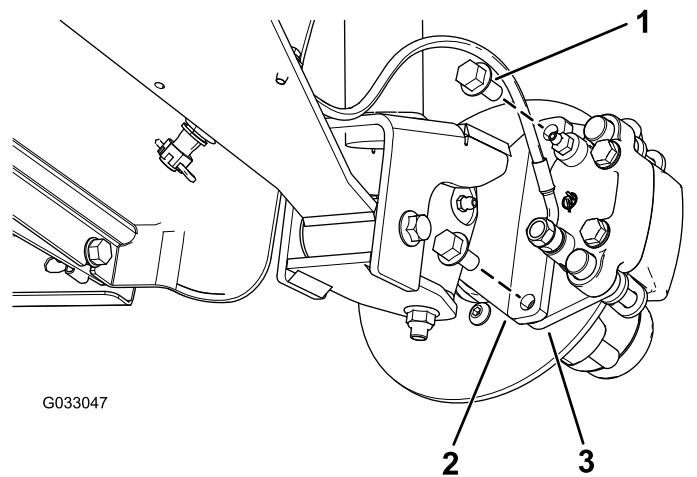
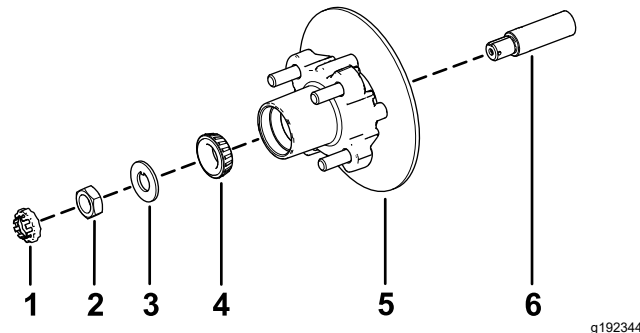

Bild 31
Bild 35
3. Entfernen Sie die Bundkopfschrauben (3/8" x 3/4"), mit denen die Halterung für die Bremse an der Spindel befestigt ist, und nehmen die Bremse von der Spindel ab (Bild 31).
1. Fetten Sie die Spindel leicht mit der angegebenen Fettsorte ein (Bild 35).
2. Montieren Sie die Radnabe und den Drehzylinder an der Spindel mit dem Drehzylinder innen (Bild 35).
3. Montieren Sie das Außenlager an der Spindel und setzen das Lager auf den äußeren Lagerring (Bild 35).
4. Legen Sie die Nasenscheibe auf die Spindel (Bild 35).
5. Schrauben Sie die Spindelmutter auf die Spindel und ziehen Sie die Mutter auf ein Drehmoment von 15 N·m an, während Sie die Radnabe drehen um das Lager zu fixieren (Bild 35).
2. Fluchten Sie die Bremsbeläge mit jeder Seite des Drehzylinders (Bild 31) und die Löcher in der Bremsbackenhalterung mit den Löchern im Bremsenhalter des Spindelrahmens aus (Bild 35).
3. Befestigen Sie den Bremsbackenhalterung mit den beiden Bundkopfschrauben ($\frac{3}{8}$ " x $\frac{3}{4}$ ") am Spindelrahmen (Bild 31).